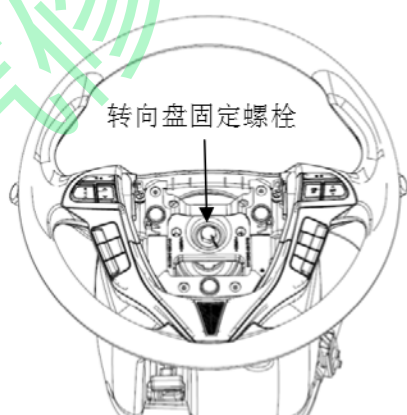

图 4-3
- ①拔出其余线束接插件；
- ②松开固定转向盘的六角法兰面螺栓。如图 4-3 所示。